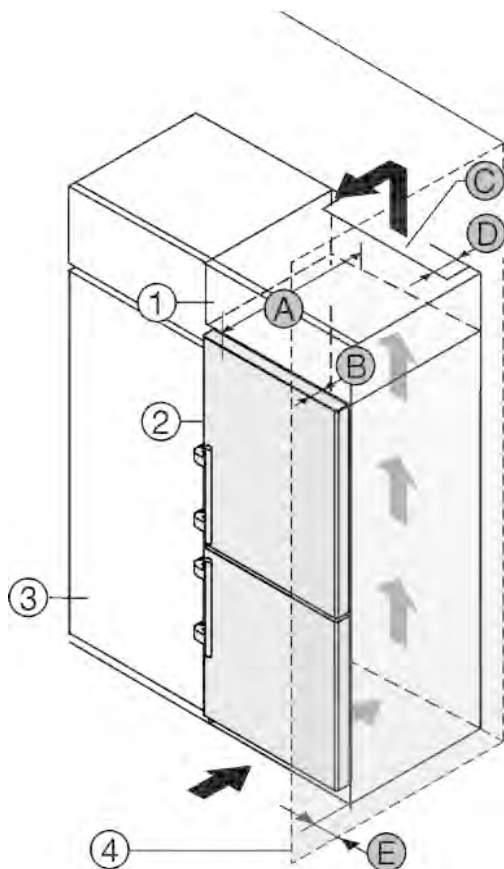

Fig. 26
Uređaj se može adaptirati za ugradnju u kuhinjske ormare. Kako biste uređaj Fig. 26 (2) prilagodili visini kuhinjskog namještaja, iznad uređaja možete postaviti viseći ormar Fig. 26 (1).
Uređaj se može postaviti direktno uz kuhinjski ormar Fig. 26 (3). Kako biste vrata mogli potpuno otvoriti, uređaj mora biti za dubinu Fig. 26 (B) ispred u odnosu na prednjicu kuhinjskog ormara. Ovisno o dubini kuhinjskih ormara i uporabi zidnih distancera, uređaj može i dalje stršati.
- Na stražnjoj strani visećeg ormara treba postojati otvor za odzračivanje dubine Fig. 26 (D) po cijeloj širini visećeg ormara.
- Ispod stropa prostorije treba poštivati ventilacijski presjek Fig. 26 (C).
Kada se uređaj postavlja s okovima pored zida Fig. 26 (4), treba poštivati razmak Fig. 26 (E) između uređaja i zida. To odgovara stajanju ručice kod otvorenih vrata.